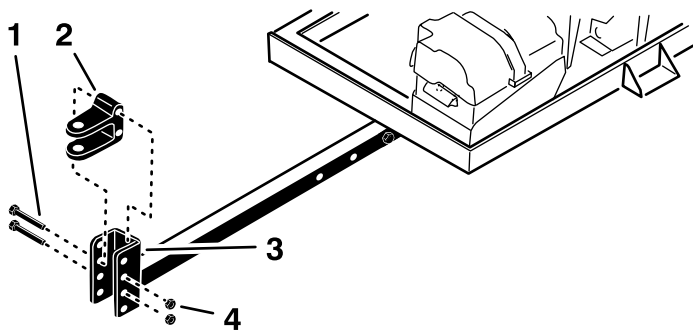

Bild 5
3. Entfernen Sie die beiden Schrauben und die beiden Sicherungsmutter, mit denen der Anbauvorrichtungsstift (Bild 5) am Anbauvorrichtungsrrohr befestigt ist.
5. Befestigen Sie den Anbauvorrichtungsstift mit den beiden Schrauben und Sicherungsmuttern (Bild 5) am Anbauvorrichtungsrohr.